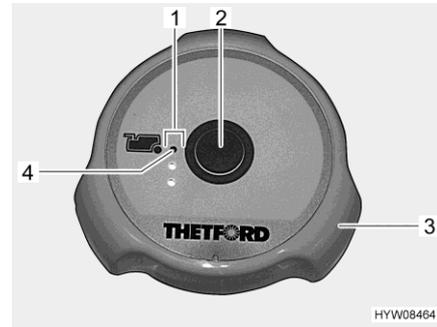

Fig. 147 Botón del inodoro/luces de control (inodoro Thetford)
Lavado: ■ Antes del lavado, abrir la corredera del inodoro Thetford. Para ello, girar el tirador giratorio (Fig. 147,3) en sentido contrario a las agujas del reloj.
■ Para lavar, pulsar el botón del inodoro azul (Fig. 147,2).
■ Tras el lavado, cerrar la corredera. Para ello, girar el tirador giratorio (Fig. 147,3) en sentido de las agujas del reloj.
Las luces de control (Fig. 147,1) indican el nivel de llenado del depósito de aguas fecales. Si está encendida la luz de control roja (Fig. 147,4), deberá vaciarse el depósito de aguas fecales.